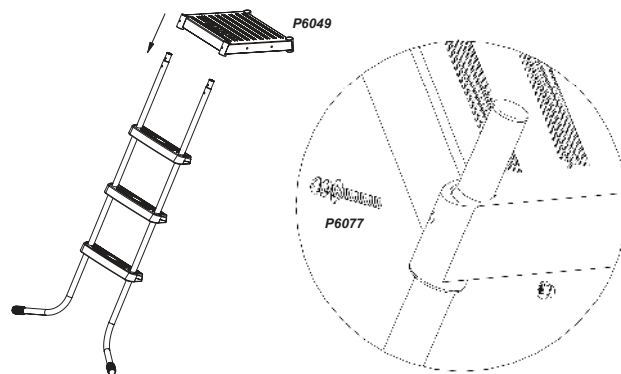

Figure 4
4. Montage poignée courbe (figure 4)